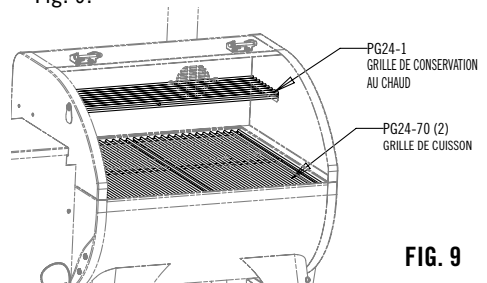

FIG. 9
- Placer la grille de cuisson et la grille facultative de conservation au chaud comme indiqué à la Fig. 9.